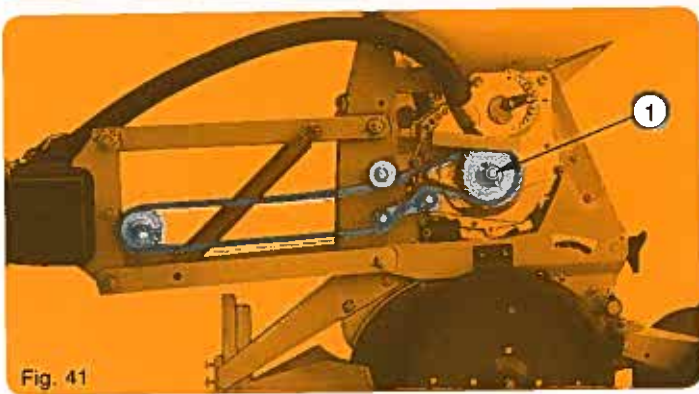

Fig. 41
Le montage de la chaîne d'entraînement s'effectue suivant la fig. 41. Le débrayage individuel d'un élément est possible en retirant les clips ① (ou en débranchant le tuyau d'aspiration).
Die Montage der Antriebskette erfolgt nach Abb. 41. Das einzelne Element kann durch Herausziehen des Splintes ① oder durch Abnehmen des Saugschlauches hergestellt werden.
The drive chain is mounted as per fig. 41.
El montaje de la cadena de arrastre se efectúa según fig. 41. El desembrague individual de un elemento se hace quitando el pasador ① (o desconectando el tubo de aspiración).